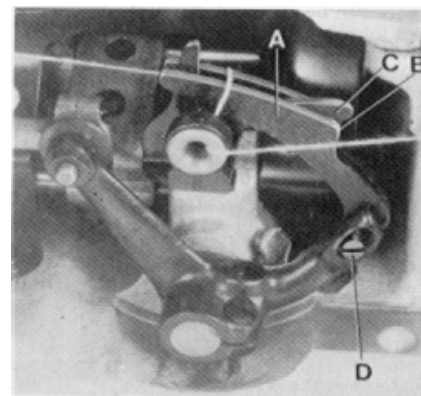

Fig.13
On the two thread double locked stitch styles, the height of the looper thread take-up (A, Fig. 13) is set so, that the cast-off hook (C) forces the looper thread over the corner (B) of the looper thread take-up (A) at the time the point of the descending needle is flush with the lower edge at looper or projects up to 1 mm (.040") below the lower edge of looper.
For setting the looper thread take-up loosen screw (D, Fig. 13).
Bei den Zweifaden-Doppelkettenstichmaschinen wird die Höhe des Greiferfadenaufnehmers (A, Fig. 13) so eingestellt, daß der Greiferfadenabzugshaken (C) den Greiferfaden zu dem Zeitpunkt über die Ecke (B) am Greiferfadenaufnehmer (A) zieht, wenn die Spitze der sich nach unten bewegenden Nadel mit der Unterkante des Greifers bündig ist oder bis zu 1 mm unterhalb der Greiferunterkante steht.
Zur Einstellung des Greiferaufnehmers lösen Sie die Schraube (D, Fig. 13).